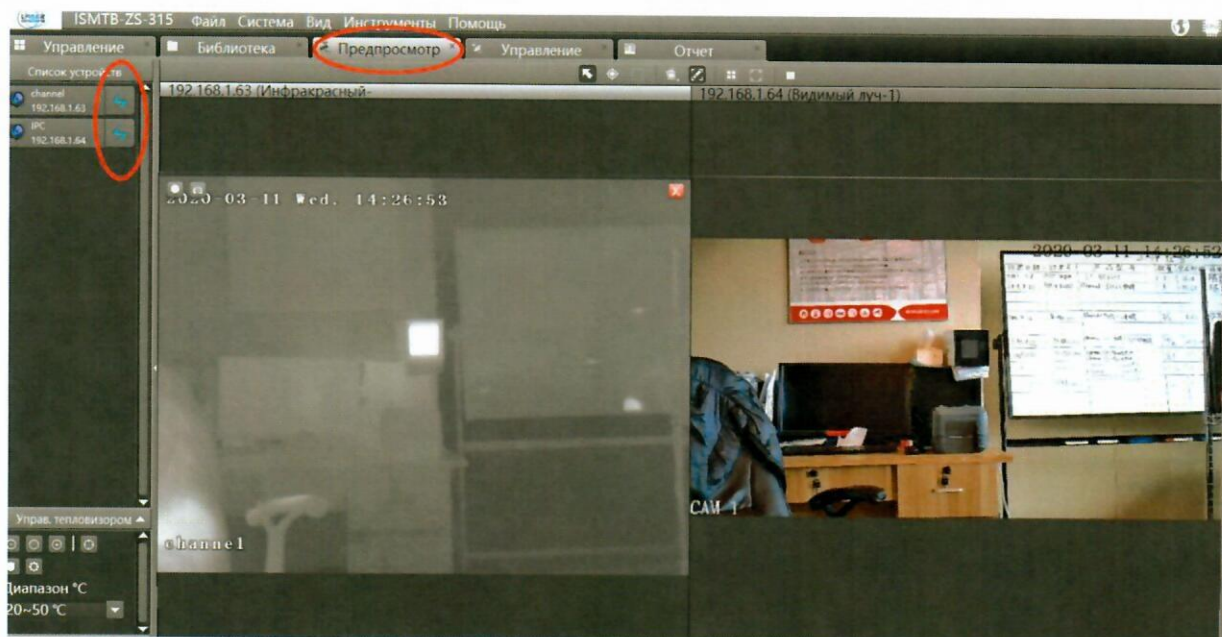

Рисунок 5. Просмотр в режиме онлайн
- 2) Сначала одним щелчком по соответствующему окну отображения следует выбрать окно отображения, затем выбрать камеру, изображение с которой будет отображаться в этом окне (см. Рисунок 5, инфракрасная камера – слева, камера видимого диапазона – справа).